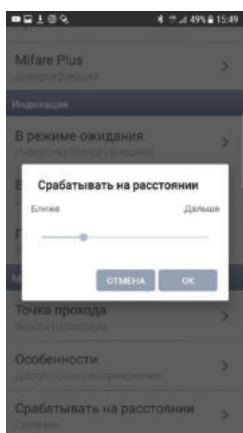

Рис. 44-1
**«Срабатывать на расстоянии»** (рис.44-1, 44-2) - Ползунком в настройках мы можем регулировать расстояние, что очень удобно для точной юстировки по месту установки считывателя.